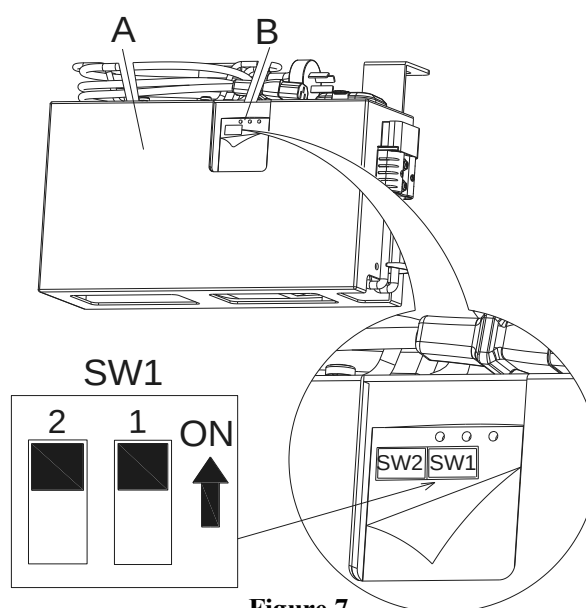

Figure 7
1. Couper la machine et démonter le chargeur embarqué (A, Figure 7) de la machine. Forcer l'ouverture de l'étiquette sur le couvercle du chargeur (B, Figure 7), les 2 réglages de commutateurs Dip (SW1 et SW2) se trouvent dans le chargeur.